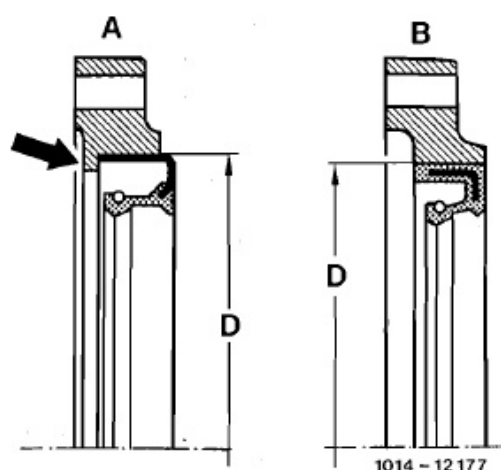

Figura 01/4
- Se ha suprimido el collar de tope (flecha) (figura 01/4).